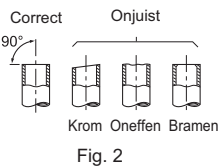

Fig. 2
- Als de afvoerslang die met de binnenunit is meegeleverd, te kort is, verbind deze dan met afvoerslang (I) die bij de installateur verkrijgbaar is. (Fig. 2)
- 3) Trek de afvoerslang aan de linkerachterkant van de binnenunit los. (Fig. 2)